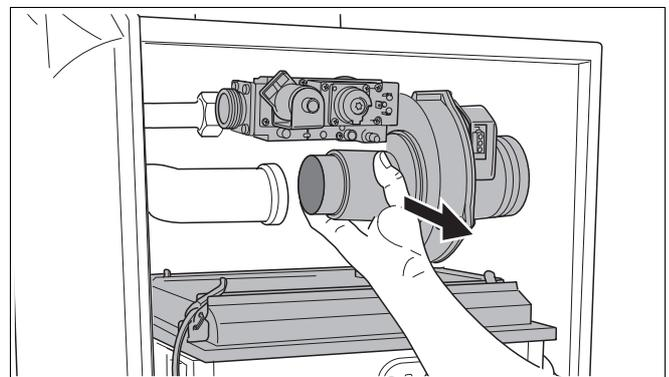

Fig. 114 Rimuovere il coperchio del bruciatore con l'unità aria/gas
- Rimuovere il coperchio del bruciatore con l'unità aria/gas (fig. 114).